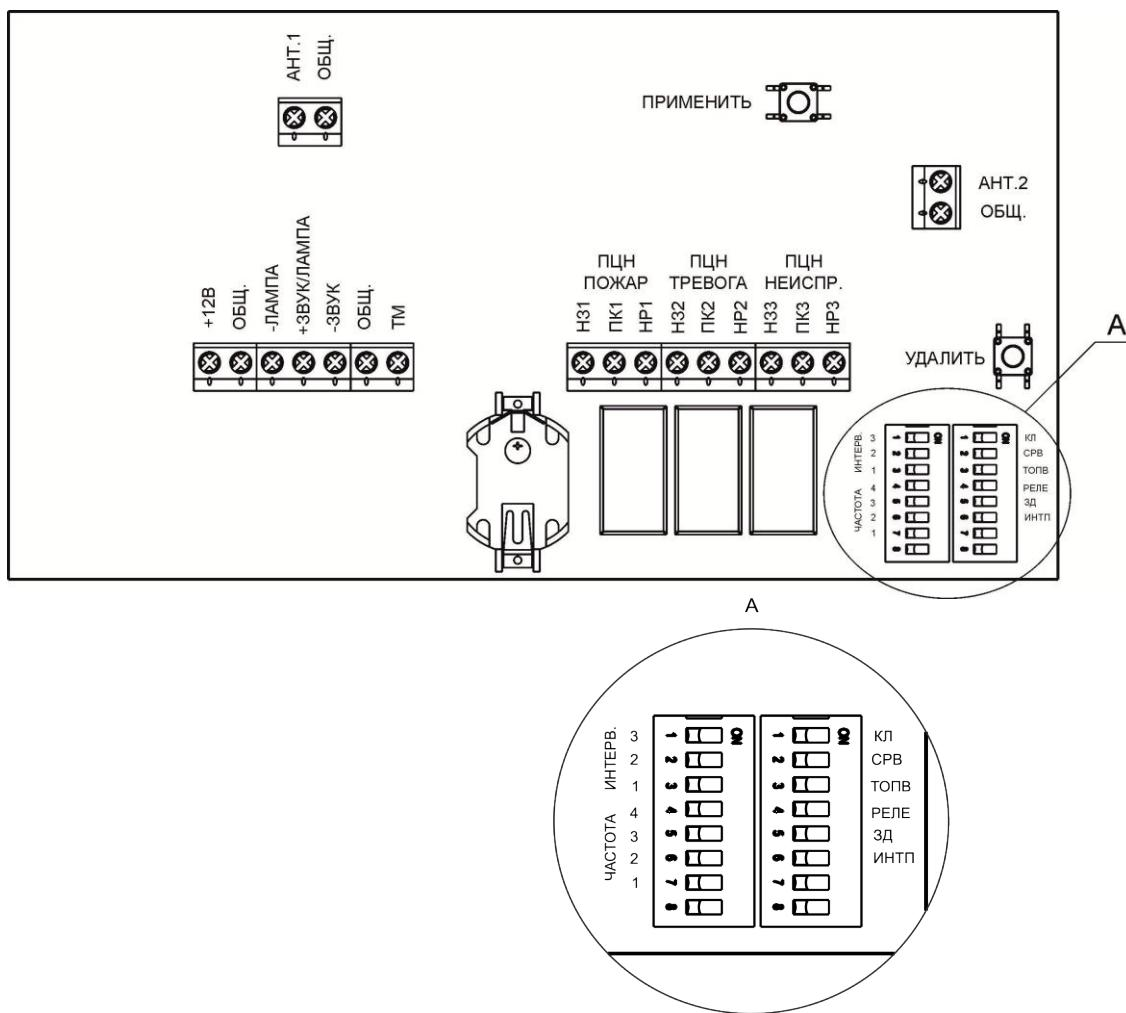

Рис.2. Вид на клеммы и разъёмы для внешних подключений, на органы управления прибора.
- установить переключатель «ИНТП» на плате прибора (см. Приложение, Рис. 2) в положение, соответствующее выбранному интервалу (см. Таблица 1);
- нажать кнопку «ПРИМЕНИТЬ» на плате прибора (см. Приложение, Рис. 2), чтобы это назначение вступило в силу.